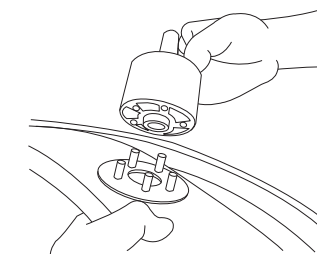

Fig. 2
Place the second plate (C) on ring base. Position ringbase center (A) on top of plate shown in fig. 2.
Włóż drugą płytę (C) na podstawę od góry. Przyłóż łożysko podstawy (A) do płyty, tak jak pokazano na rys. 2.